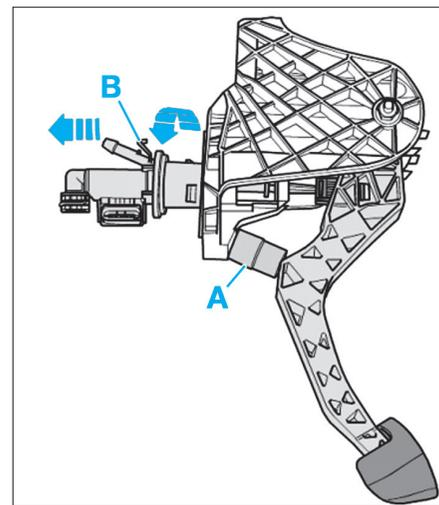

Fig. 13
- Placer une entretoise (A), d'une longueur de 40 mm, entre la pédale et la butée et pousser la pédale d'embrayage vers l'entretoise (Fig.13).
- Déverrouiller la goupille (B) et déposer le cylindre émetteur comme indiquer sur la figure.